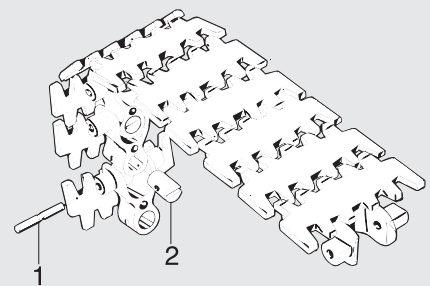

Fig. 2. Componentes de união da corrente
2. Remova o pino de aço (1) do pivô (2). (Fig. 2.)